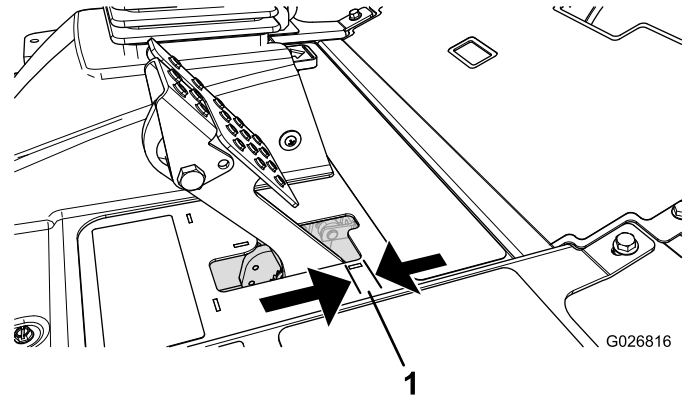

Figure 68
Régalez les freins si la garde à la pédale de frein est supérieure à 25 mm (Figure 68) ou si la force de maintien offerte est insuffisante. La garde est la distance parcourue par la pédale de frein avant que le freinage soit ressenti.
2. Serrez l'écrou arrière afin de pouvoir déplacer le câble en arrière jusqu'à obtention d'une garde aux pédales de frein de 6 à 13 mm (Figure 68), avant le blocage des roues.